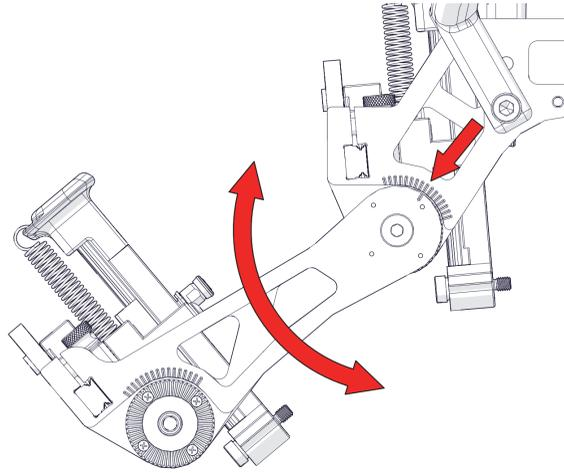

图1-55 定位撑臂
2. 定位撑臂，以使弹簧臂（SLA）垂直于管道表面（参见第64页的图1-55）。如果在探头模块的中间部分配置了两个撑臂，则需使用步进标记确保两侧相同。